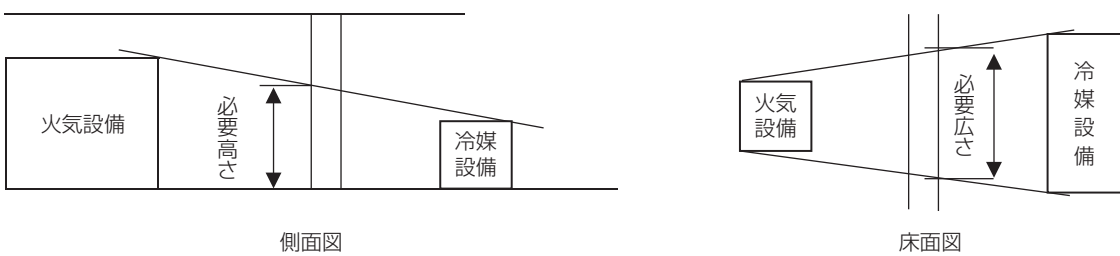

図 7 防火壁の必要高さ及び広さ
b) 防火壁の必要高さ及び広さは、冷媒設備を火気から十分隔離できる大きさで、図 7 による。